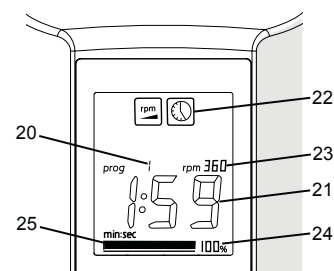
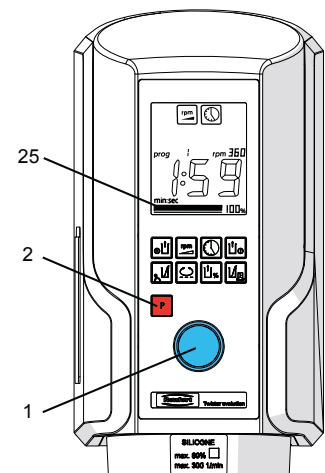

Abb. 7
Abb. 8
- Programmtaste „P“ (2) drücken.
- Programm durch Drehen des Steuerknopfes (1) auswählen. Vom gewählten Programm werden angezeigt (Abb. 7):
6. Becher (15) an Gerät ankoppeln.
- Erst loslassen, wenn Becher von alleine hält, Balkenanzeige des Vakuums ist über die Hälfte ausgeschlagen (25, Abb. 8)!